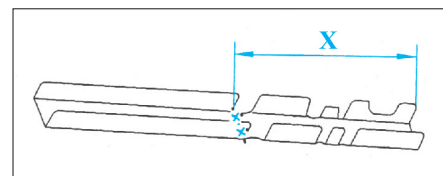

FIG. 23
- Tracer puis percer à Ø 6,5 mm pour soudage ultérieur par points bouchons (Fig.23).